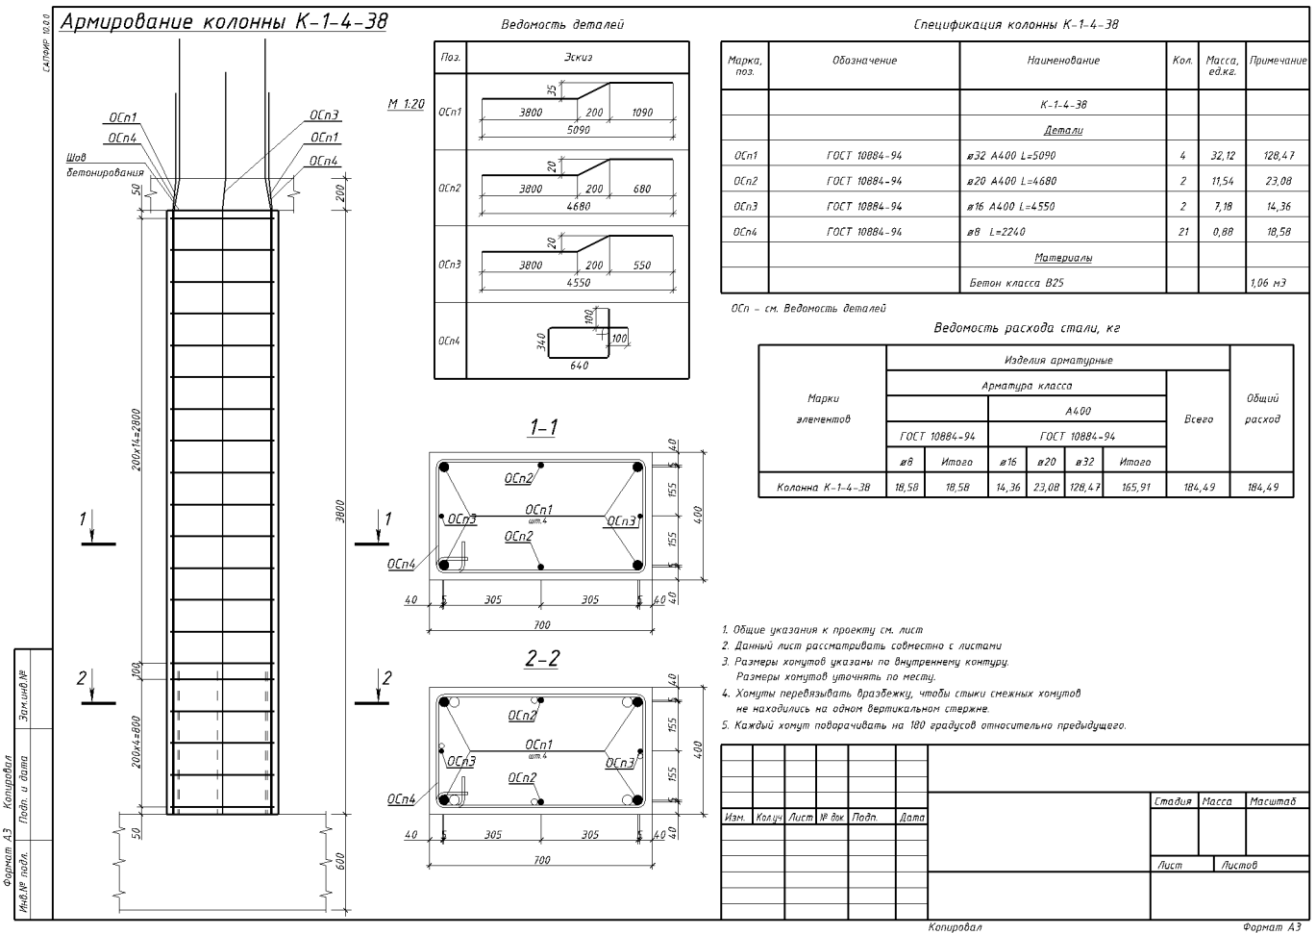

Рис. 27.25. Креслення армування колони
- У діалоговому вікні **Види** натисніть по рядку  К-1-1-38 в папці **Складальні вузли** і утримуючи ліву кнопку миші, зтягніть модель армування колони на лист (рис. 27.25).